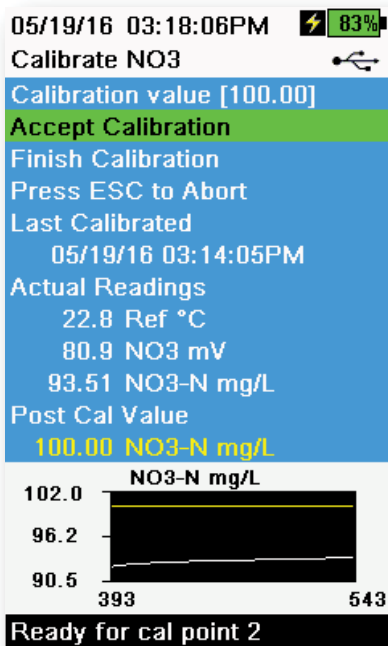

Figure 60 Étalonner l'EIS
8. Observez les valeurs de mesure réelles pour vérifier la stabilité, puis sélectionnez **Accepter l'étalonnage** (Figure 60). La mention « Prêt pour le point d'étalonnage 3 » s'affiche dans la zone de messages.